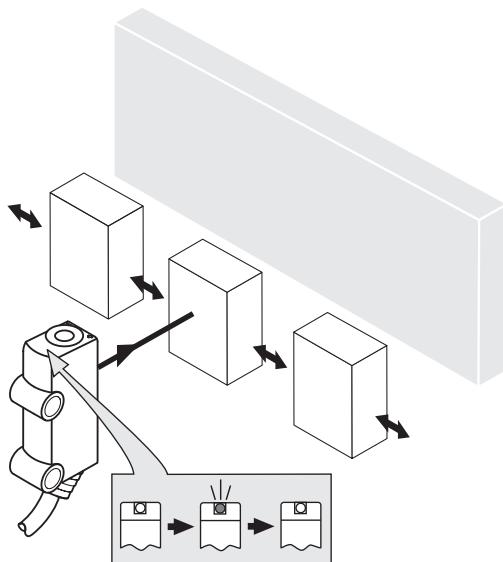

Figura 38: Sentido preferente
4. Respetar la orientación preferente del objeto con respecto al sensor. véase figura 38, página 110